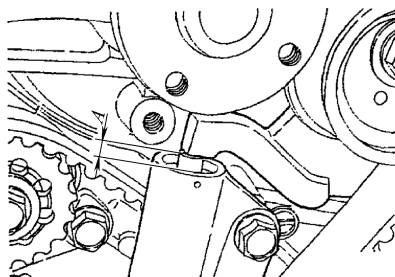

图 4-62 测量张紧器臂与张紧器的距离
16) 测量距离 A (张紧器臂与自动张紧器本体间距离)，如图 4-62 所示。